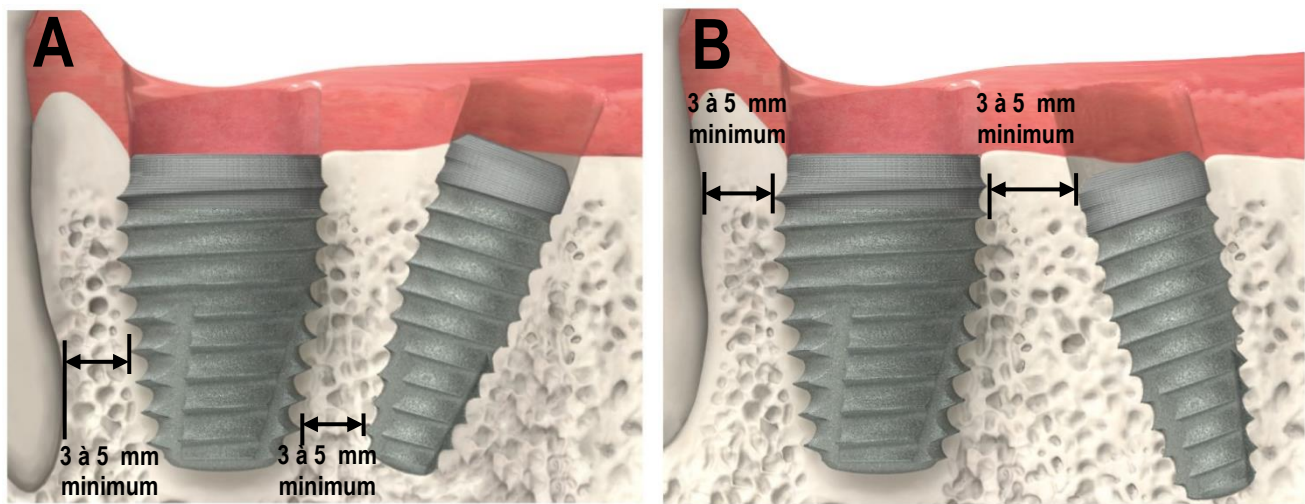

Figure 1. Mises en garde et précautions (3)
Les implants dentaires peuvent se rompre en cours de fonctionnement pour de nombreuses raisons, dont la surcharge due à une mauvaise occlusion, l'usure du métal et un serrage trop important de l'implant au moment de l'insertion. Un certain pourcentage d'implants peuvent ne pas aboutir à une bonne ostéo-intégration ou ne pas être en mesure de la maintenir, comme le démontrerait une mobilité, et doivent être retirés. Les causes potentielles de fracture de pilier prothétique sont dues, mais ne sont pas limitées à : une coulée au-delà d'un angle de 30 degrés, une coulée de titane supérieure à 2 010 °F (1 099 °C), un support d'implant inapproprié lorsqu'il est utilisé avec des dents affectées par une maladie périodontique, une assise non passive de la superstructure, une surcharge due à une mauvaise occlusion, un scellement incomplet du pilier prothétique cimenté, un trop grand porte-à-faux des pontiques. Les implants de petit diamètre avec piliers prothétiques coudés ou droits sont conçus pour la zone antérieure de la bouche, et non pour la zone postérieure, et ce, en raison d'une défaillance possible de l'implant. Les implants Tapered IM (1) ne doivent être utilisés que dans la région molaire ; (2) sont limités à un seul implant par site d'extraction molaire ; (3) doivent être placés à 3 - 5 mm des dents ou implants adjacents, la distance entre l'extrémité apicale de l'implant et l'implant adjacent ou entre l'implant et le point de contact avec la dent devant être de 3 mm entre la crête coronaire et la crête alvéolaire (**Figure 1**) ; (4) doivent être situés à au moins 1,5 mm des surfaces alvéolaires buccales ou linguales pour permettre une intégration adéquate ; et, (5) sont utilisés lorsque le chirurgien a déterminé que la pose d'un implant de diamètre inférieur augmenterait le risque d'échec en raison d'une mauvaise stabilité primaire ou de procédures chirurgicales plus importantes susceptibles d'entraîner des complications.